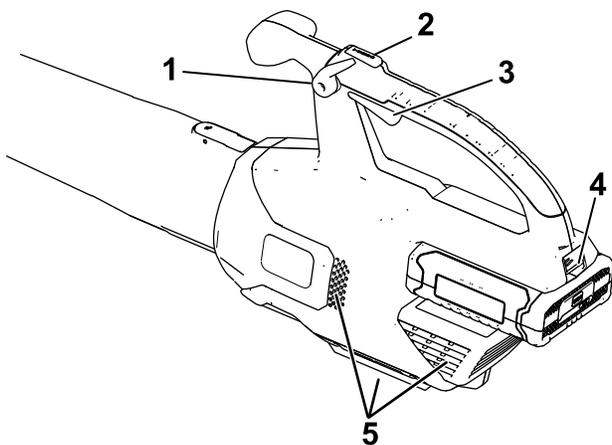

Bild 4
2. Drücken Sie den Abzug für variable Geschwindigkeit, um den Laubbläser anzulassen (Bild 4).
Hinweis: Aktivieren Sie die Geschwindigkeitssperre, damit die Maschine läuft, ohne dass Sie den Abzug für die variable Geschwindigkeit drücken müssen (Bild 4).
Halten Sie die Turbotaste für die gewünschte Dauer gedrückt, um die Gebläsegeschwindigkeit zu erhöhen (Bild 4).
Deaktivieren Sie die Geschwindigkeitssperre (falls verwendet) und lassen Sie den Abzug für variable Geschwindigkeit los, um den Laubbläser zu stoppen (Bild 4).